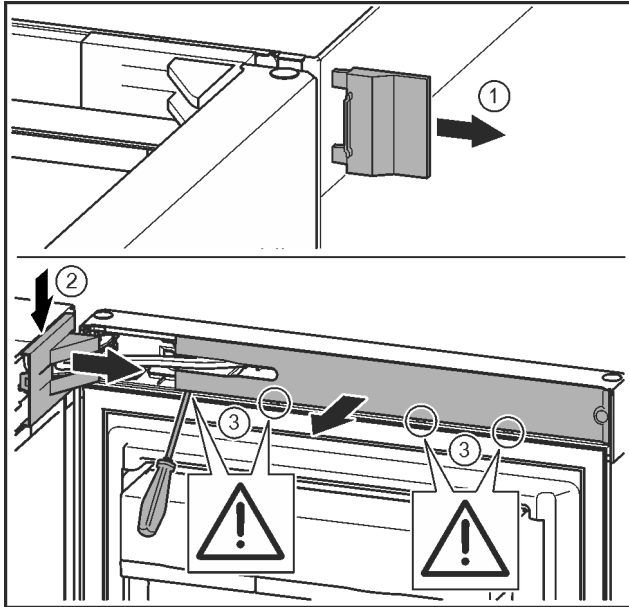

Fig. 9
- ▶ 取下外盖。 Fig. 9 (1)
- ▶ 拆卸并松开托架盖。取下托架盖。 Fig. 9 (2)
- ▶ 使用带槽螺丝刀松开隔板并把它转到一边。 Fig. 9 (3)